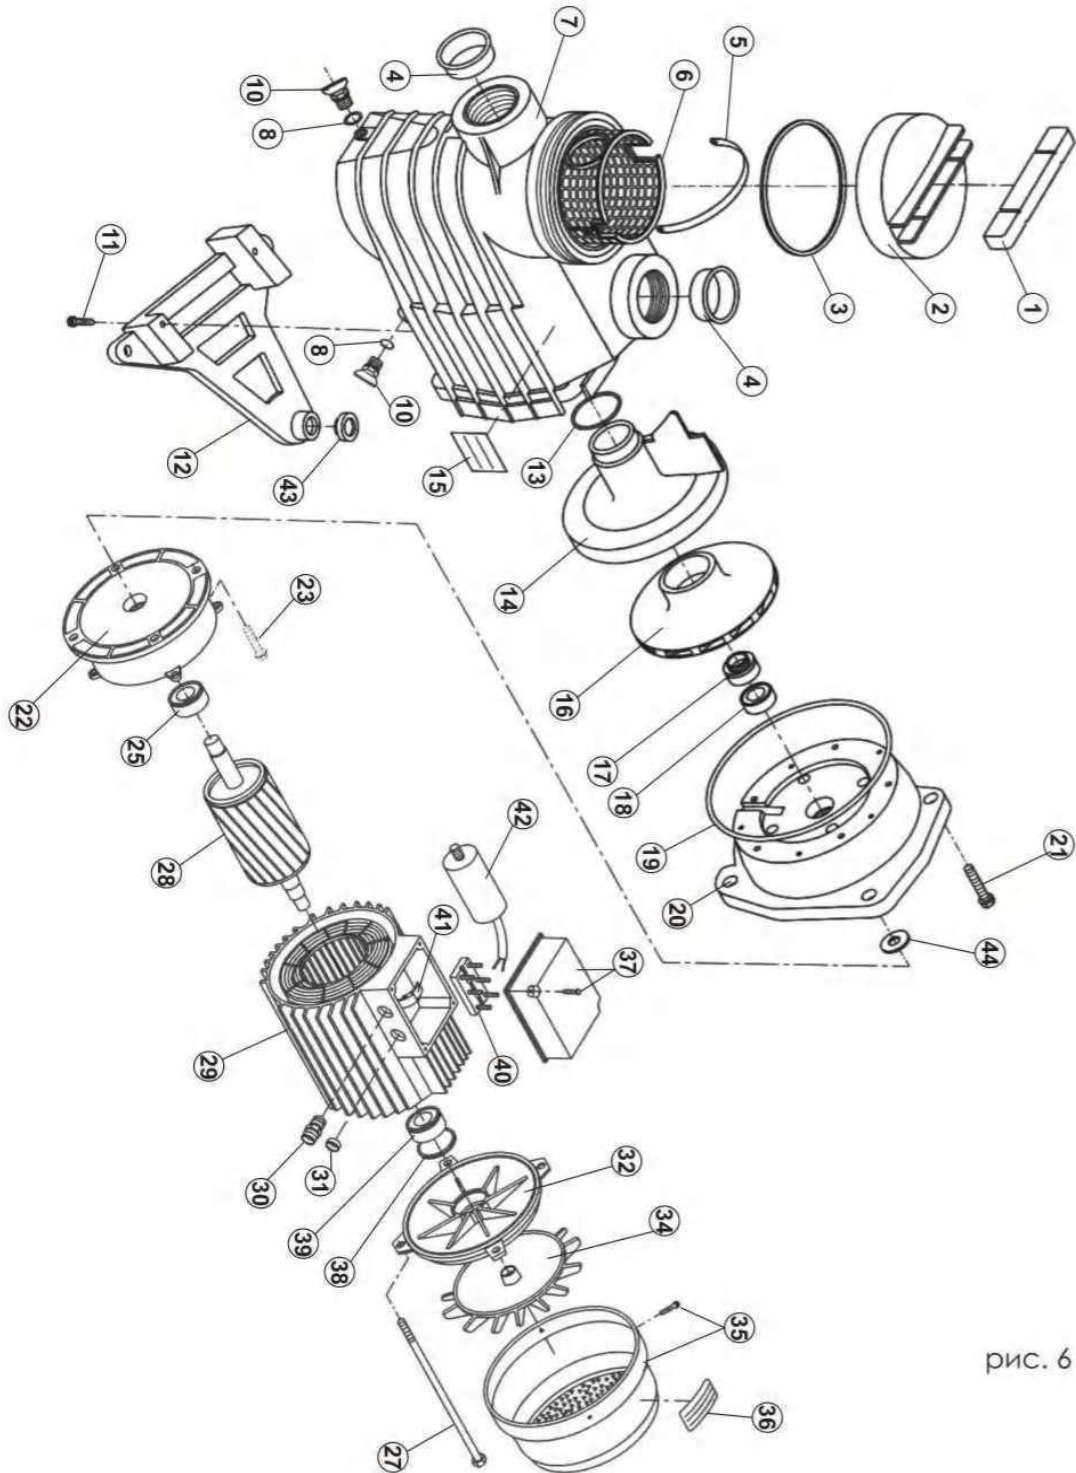

рис. 6
Przy pompie w pozycji ssania (powyżej poziomu wody w zbiorniku) przed włączeniem należy zdjąć osłonę pompy (2) (rys. 6, s. 13) i powoli napełnić czystą wodą do poziomu dyszy ssącej. Ponownie zamknij osłonę (2) i upewnij się, że jest szczelnie zamknięta.
Pompy nie wolno włączać bez zainstalowanego filtra (6) (rys. 6, s. 13) ponieważ pompa może się zatkać.
- odłącz kable zasilające i włóż je do skrzynki (40) (rys.6, s. 13).
- Zamontować dławik uszczelniający (17/18) zgodnie z rys.6, s. 13.
Aby zamówić części zamienne, należy podać czytelną nazwę zgodnie z rys.6, s. 13 i s. 14.